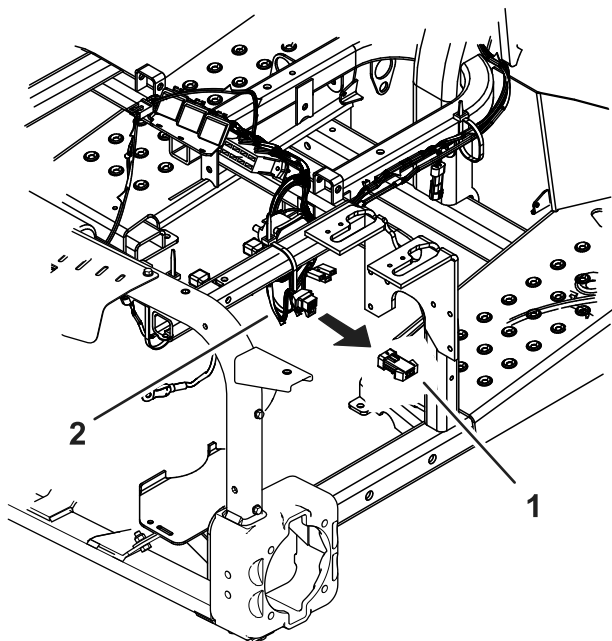

Bild 33
5. Nehmen Sie den Überbrückungsdraht vom Hauptkabelbaum unter dem Armaturenbrett ab (**Bild 33**).